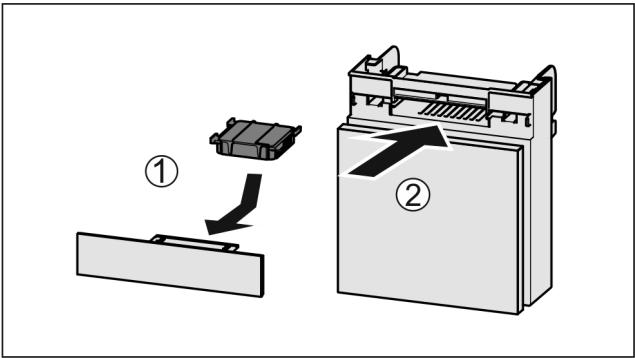

Fig. 121
- Insérer le filtre à charbon actif d'après le schéma Fig. 121 (1).
- Insérer le compartiment Fig. 121 (2).